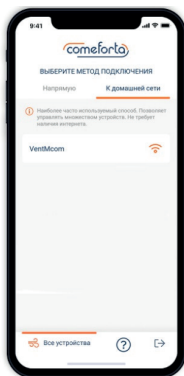

Рисунок 16 – Страница со списком WiFi сетей
- для подключения к домашней сети Wi-Fi, нажать закладку «К ДОМАШНЕЙ СЕТИ» и открыть список доступных Wi-Fi сетей (рисунок 16).